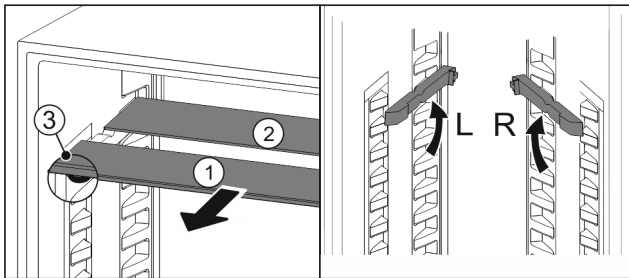

Fig. 69
- Glasplatten einzeln nach vorne herausziehen Fig. 69 (1).
- ▷ Glasplatte Fig. 69 (1) mit Zierleiste liegt vorne.
- ▷ Stopps Fig. 69 (3) zeigen nach unten.